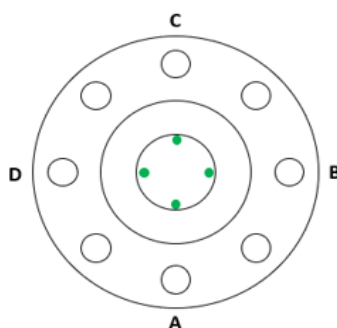

Ilustración 2 Puntos internos de colocación del medidor de rugosidad
2. Una vez determinado la sección de colocación del medidor de rugosidad, deberá colocarse en 4 puntos como lo establece la **Ilustración 2**, así como se puede observar la **Imagen 1**.